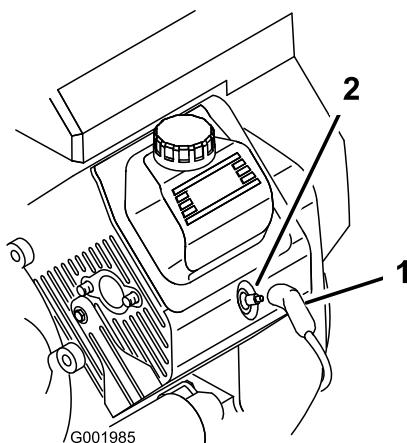

Figura 42
- Desconecte los cables de las bujías (Figura 42).